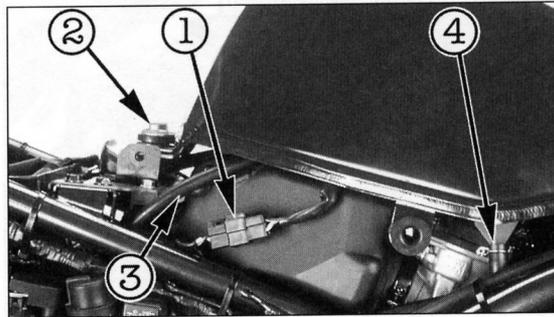

Bild 13
- Stecker des Kraftstoffstandgebers ① Bild 13 abziehen, Befestigungsschraube ② ausdrehen und Tank vorsichtig anheben. Belüftungsschlauch ③ direkt am Tank und Überlaufschlauch ④ am Sichtbehälter nach Lösen der Federschlauchschellen abziehen und Tank abnehmen.